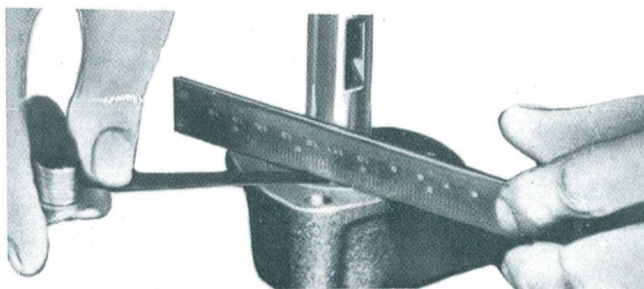

Abb. 96 - Spielkontrolle zwischen der Oberseite und der Auflagefläche des Pumpengehäuses.
- Das Spiel zwischen der Läuferoberseite und der Pumpengehäuseauflagefläche am Verschlussflansch überprüfen und den festgestellten Wert mit dem Wert der Tabelle vergleichen. Zur Feststellung des Verschleisses dieser Elemente gehe man wie unter Abb. 96 angegeben vor. Um feststellen zu können, ob der Verschleiss durch die Läufer oder durch das Pumpengehäuse verursacht wird, messe man mit der Mikrometerlehre 5.9030.368.0 die Läuferstärke (die Stärke der neuen Läufer beträgt $19,959 \div 19,972$ mm).